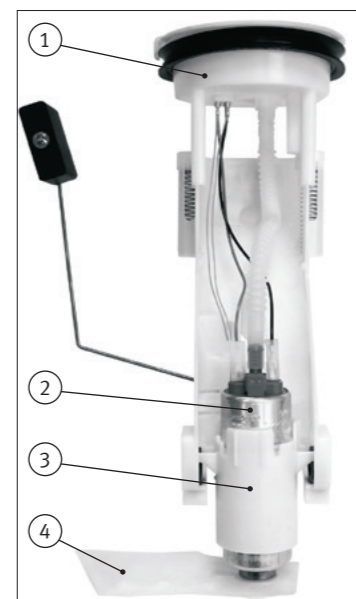
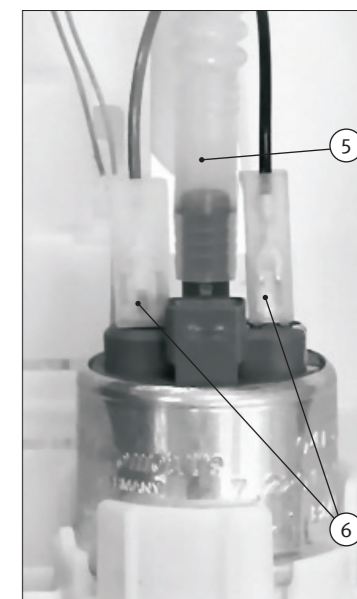
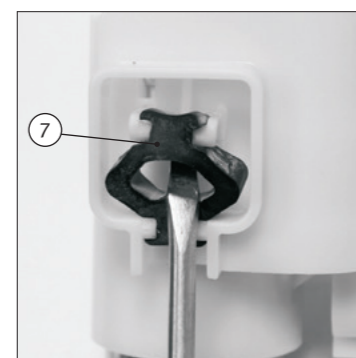
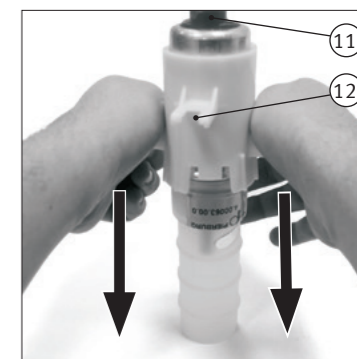

Abb. 1/ Fig. 1/ Puc. 1/ 图1
Abb. 2/ Fig. 2/ Puc. 2/ 图2
Abb. 3/ Fig. 3/ Puc. 3/ 图3
Abb. 8/ Fig. 8/ Puc. 8/ 图8
The fuel pump (2) sits in a holder (3) in the supply unit (1) (see Fig. 1).
- Carefully pull off the air inlet filter (4) on the pump inlet. Clean the air inlet filter and set aside for subsequent installation.
- Pull the electrical contacts (6) off the fuel pump (see Fig. 2).
- Open the hose clips and pull off the hose (5). Do not damage the fuel hose while doing so.
- Carefully lever out the three rubber buffers (7) between the supply unit and holder with a screwdriver (see Fig. 3).
- Pull the pump (2) with holder (3) out of the supply unit (1).
- Insert the pump into the holder with the tool so that the triangular marking (10) points exactly to the protrusion (9) on the pump housing.
- If no bulge (9) is present, the eccentrically mounted suction nozzle (11) must point to the centre arm of the holder (12).
- Press the pump firmly into the holder with the tool (see Fig. 8).
- Insert the pre-mounted new pump (2) with holder (3) into the supply unit.
- Press the three rubber buffers (7) back into the recesses on the supply unit and holder again (see Fig. 3).
- Attach the fuel hose (5) to the hose supports and secure in place with a hose clip/clamp. Do not damage the fuel hose while doing so.
- Connect the electrical contacts (6). The electrical contacts are reverse-polarity protected.
- Put the suction filter (4) back on again. The suction filter must point in the same direction as the tank sensor (see Fig. 1).
La pompe à carburant (2) est logée dans un support (3) de l'alimentation (1) (Fig. 1).
- Retirez prudemment le filtre (4) à l'admission de la pompe. Nettoyez-le et mettez-le de côté pour le remonter plus tard.
- Sortez les contacts électriques (6) de la pompe à carburant (Fig. 2).
- Ouvrez la pince et retirez le tuyau (5). Attention de ne pas abîmer le tuyau de carburant.
- A l'aide d'un tournevis, ôtez prudemment les trois tampons de caoutchouc (7) entre l'alimentation et le support (Fig. 3).
- Sortez la pompe (2) avec le support (3) de l'alimentation (1).
- Introduisez la pompe avec l'outil dans le support ; le repère triangulaire (10) doit coïncider exactement avec la saillie (9). En l'absence de renflement (9), la tubulure d'aspiration (11) à fixation excentrique doit être dirigée vers le bras central du support (12).
- Pressez fermement la pompe avec l'outil dans le support (Fig. 8).
- Placez la nouvelle pompe prémontée (2) avec le support (3) dans l'alimentation.
- Remplacez les trois tampons de caoutchouc (7) et enfoncez le support (comparez Fig. 3).
- Enfichez le tuyau de carburant (5) sur la tubulure et fixez-le au moyen d'une pince/d'un collier de serrage. Attention de ne pas l'endommager !
- Connectez les contacts électriques (6). Ceux-ci ont une protection anti-inversion de pôles.
- Remettez le filtre d'aspiration (4) qui doit être dirigé dans la même direction que la jauge du réservoir (Fig. 1).
- Топливный насос (2) располагается в держателе (3) в узле подачи топлива (1) (смотри рис. 1).
- Осторожно снять входной фильтр (4) на входе в насос. Очистить входной фильтр и отложить в сторону для последующей установки.
- Отсоединить электрические контакты (6) на топливном насосе (смотри рис. 2).